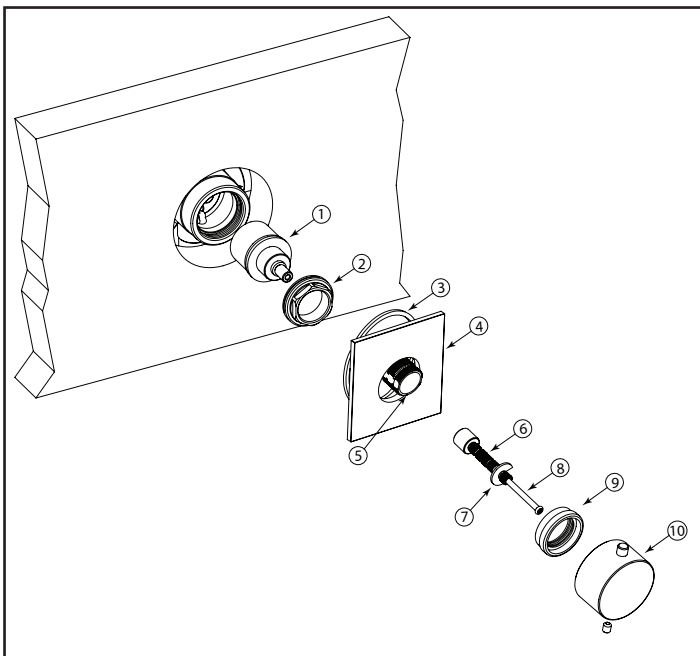

Fig.7
Shut off the main water supply, then remove all the components from (3) to (10). (See Fig.7). Unscrew the diverter cartridge tightening nut (2) and remove the cartridge (1).
Fermez l'alimentation en eau principale, puis retirez tous les composants de (3) à (10). (Voir Fig.7). Dévisser l'écrou de serrage de la cartouche (2) et retirer la cartouche (1).